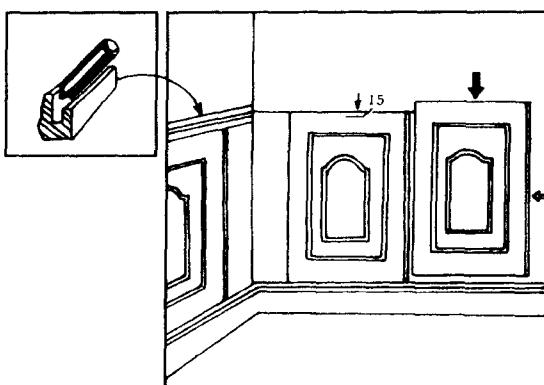

图 1-17 凹凸面板的安装示意图
③ 凹凸面板的安装。将凹凸面板从左到右插入踢脚线内，起始块应从墙角开始，凹槽向着墙角。在距凹凸板上口 1.5cm 处（板宽中间）按上膨胀螺栓或钢钉。注意螺栓不能露出凹凸板面。施工中尚遇到电源开关等时，可用凿子凿出略小于开关的洞；遇到柱子时可用阳角。在腰线凹槽内涂上专用胶，数分钟后插到凹凸面板上，在墙角处必须 45°对角，如图 1-17 所示。